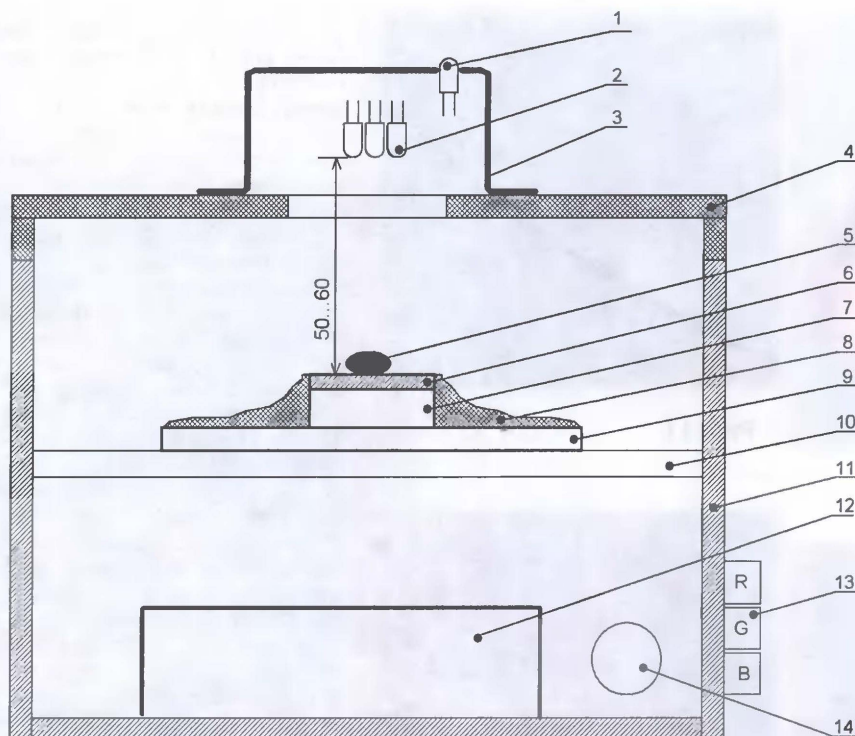

Рис. 4
Конструкция микроскопа показана на **рис. 4** (без соблюдения масштаба).
Питание осветительных светодиодов (**рис. 5**) осуществляется от батареи 12 из трех последовательно соединенных гальванических элементов напряжением 4,5 В. Включение питания осуществляют выключателем SA1, светодиод HL1 (1 на **рис. 4**) — индикаторный, расположен на защитном кожухе и сигнализирует о наличии питающего напряжения. Включение осветительных светодиодов EL1—EL3 и тем самым выбор цвета освещения осуществляют выключателями SA2—SA4 (13), расположенными на боковой стенке корпуса 11.